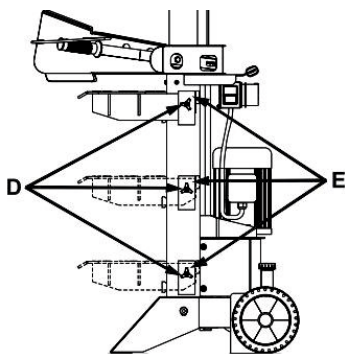

Рис.4
4. Установите кронштейны (Е) и закрепите их болтами (D) (Рис.4)